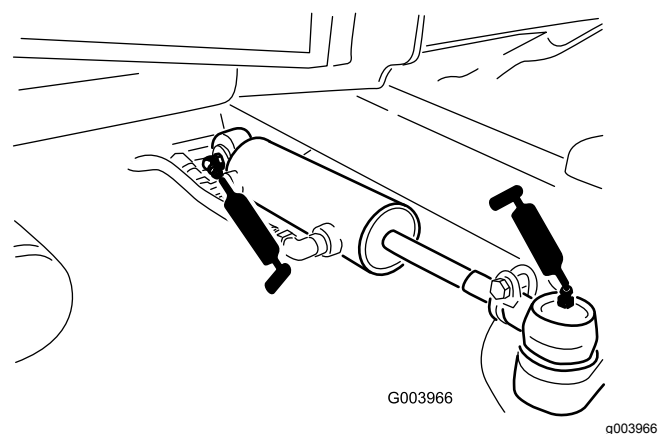

Figura 69
- Rótulas do cilindro de direção (2) (Figura 69)